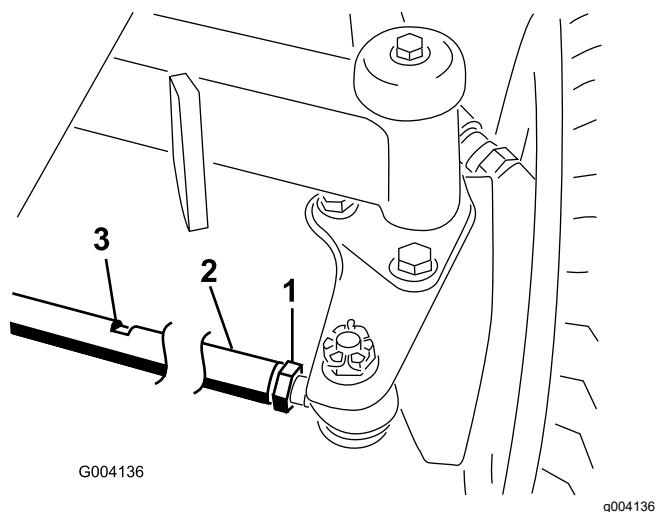

Figura 138
- Slăbiți contrapiulița de la fiecare capăt al tije (Figura 138).